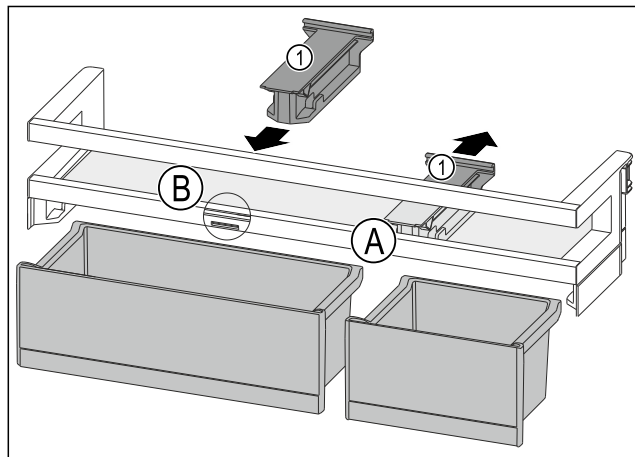

Fig. 154
- ▶ Кріпильний елемент Fig. 154 (1) у положенні Fig. 154 (A) витягніть рухом донизу.
- ▶ Кріпильний елемент Fig. 154 (1) вставте у положення Fig. 154 (B).